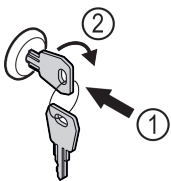

Fig. 158
- ▶ Insérer la clé. Fig. 158 (1)
- ▶ Tourner la clé à 90° dans le sens horaire. Fig. 158 (2)